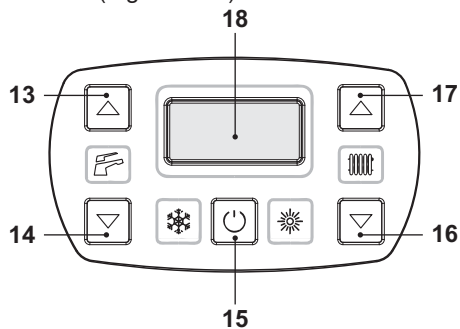
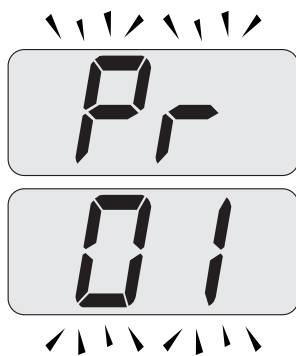
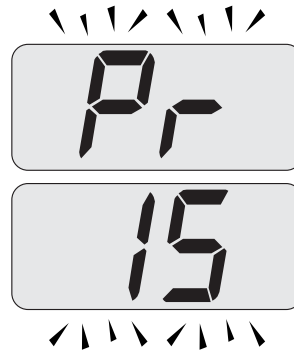
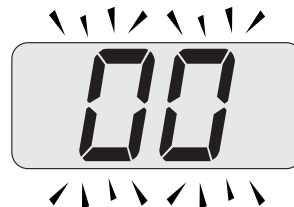

Figura 5.29
Figura 5.30
Figura 5.31
Figura 5.32
- Entre en la "modalidad de programación" pulsando simultáneamente durante 10 segundos los botones 15 - 16 - 17 (Figura 5.29) hasta que aparezcan en la pantalla LCD las letras **Pr** alternadas con el código **01**, que indican la entrada en el "parámetro 01" (Figura 5.30).
la pantalla LCD las letras **Pr** alternadas con el código **15**, que indican la entrada en el "parámetro 15" (Figura 5.31).
- Pulse simultáneamente los botones 15 y 17 (Figura 5.29) hasta que aparezca en la pantalla LCD el valor del parámetro 15 (Figura 5.32).
- Pulsando el botón 15 (Figura 5.29) se confirma el valor introducido.
- Pulsando simultáneamente los botones 15 y 16 (Figura 5.29) se sale sin modificar el valor (se vuelve a la lista de parámetros Figura 5.31).
- Pulsando simultáneamente durante 10 segundos los botones 15 - 16 - 17 (Figura 5.29) se sale de la "modalidad de programación".
De todas formas, si la temperatura ambiente no fuera agradable, se puede aumentar o reducir la temperatura de impulsión de la instalación de calefacción en $\pm 15\text{ }^{\circ}\text{C}$ usando los botones 16 (reducción) y 17 (aumento) (Figura 5.29).